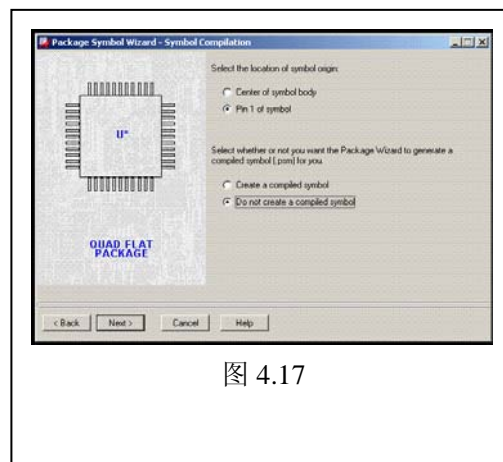

图 4.17
8) 选择元件基准点: 选 pin1, 并且不创建 psm 文件 (因为后面还有修改)。见图 4.17